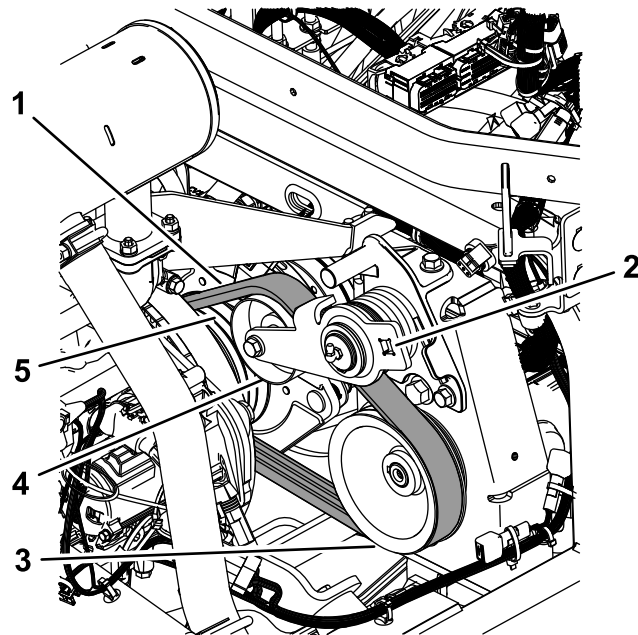

Bild 73
3. Führen Sie den Riemen über die Motorriemenscheibe, die Spannscheibe und der Riemenscheibe der Pumpe (Bild 73).